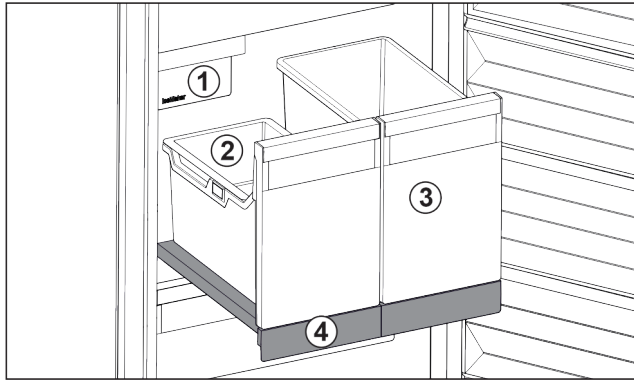

Fig. 122 Выдвижная панель с IceTower
- (1) IceMaker
- (2) Подвесной лоток для кубиков льда
- (3) Контейнеры для пиццы, алкогольных напитков
- (4) Выдвижная панель
На выдвижной панели находятся два высоких контейнера (IceTower). В контейнере Fig. 122 (2) собираются и хранятся кубики льда из IceMaker. Контейнер Fig. 122 (3) подходит для хранения высоких продуктов, таких, как пицца или алкогольные напитки.